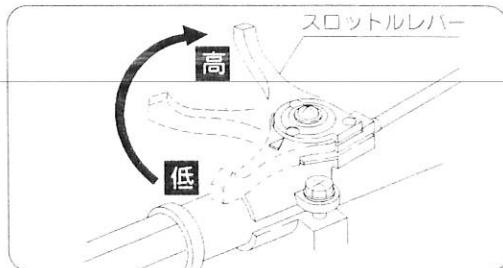

図10
- ① スロットルレバーをゆっくり「低」から「高」位置にします。 (図10)